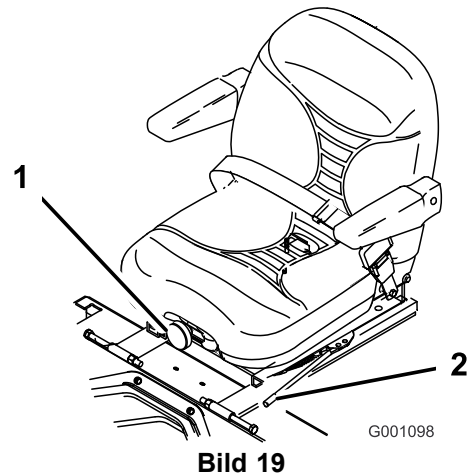

Bild 19
1. Bewegen Sie den Hebel zum Entriegeln des Sitzes zur Seite (Bild 19).
Drehen Sie das Handrad zum Verstellen an der Vorderseite solange, bis der gewünschte Komfort erreicht ist (Bild 19).